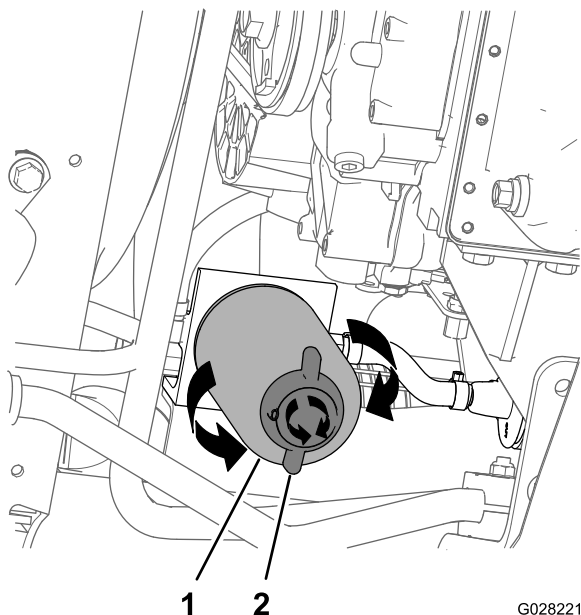

図 56
4. 燃料フィルタの下に燃料を受ける容器をおく 図 56 燃料フィルタ・水セパレータのキャニスタの交換 (ページ 45)を参照。
2. キャニスタの下に受け容器をおく 図 56。
3. キャニスタ下部のドレンバルブを左に回してゆるめて水や異物を流し出す 図 56。
4. キャニスタとキャニスタ取り付けアダプタの周辺をウェスできれいにぬぐう 図 56。
5. 燃料フィルタ・水セパレータのキャニスタを取り外す 図 56。
9. キャニスタ下部のドレンバルブが右回しにしっかり締め付けてあることを確認する 図 56。